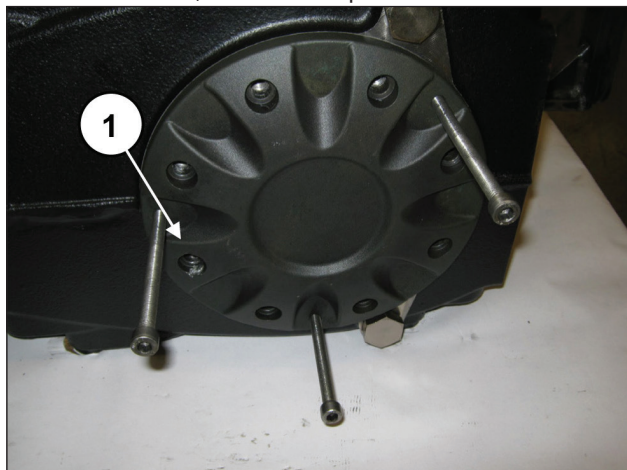

Fig. 28
Placer 3 goujons ou vis filetés M8 (rep. ①, Fig. 28) faisant office d'extracteurs, dans les trous prévus à cet effet